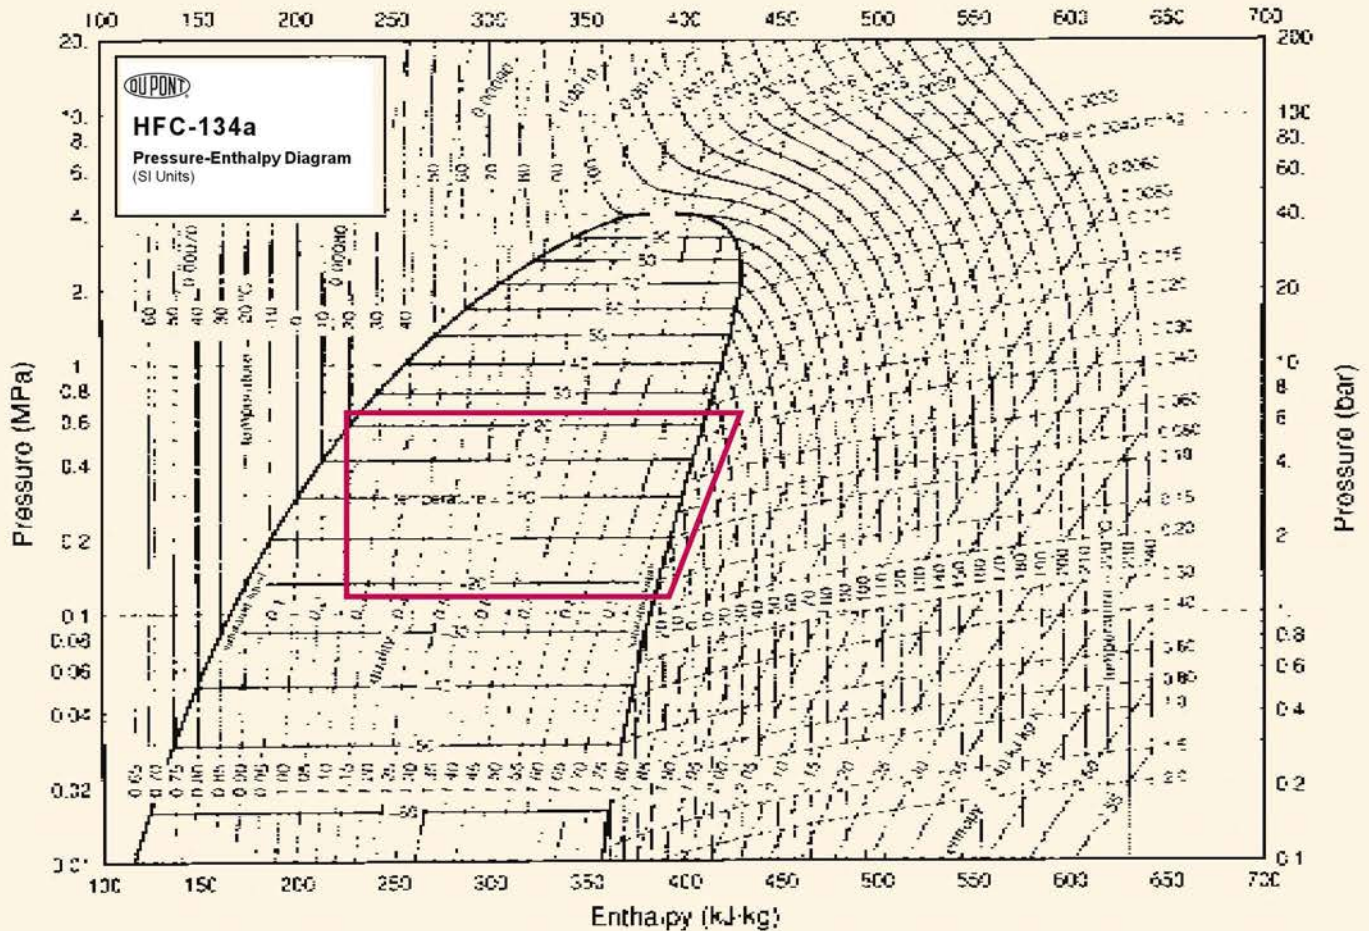

Figura 5.11. Ciclo frigorífico sobre el diagrama presión- entalpía del refrigerante R 134a
5.17. Para el circuito de la Figura 5.11., determina las siguientes cuestiones: